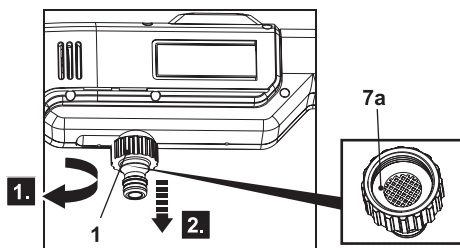

Fig. 14
1. Desaperte (Fig. 14, passo 1) e remova o adaptador de entrada de água (7) da entrada de água (passo 2).